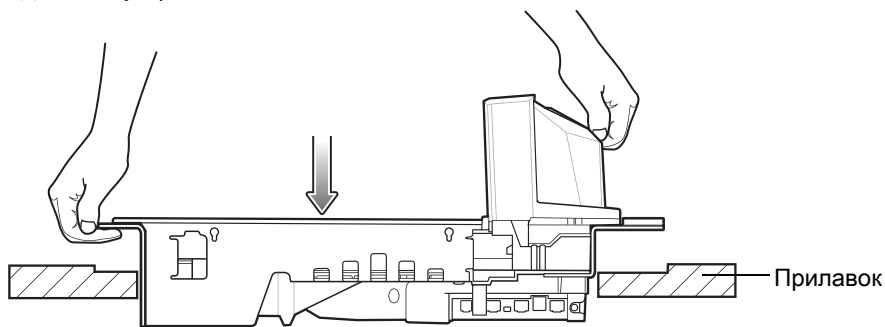

Рис. 3-21 Установка коротких, средних и длинных моделей MP70XX в кассовую стойку
- а. Чтобы поднять сканер MP70XX и опустить его в кассовую стойку, используйте ручку на задней крышке корпуса и переднюю ручку под платформой. См. Рис. 3-21 на стр. 3-19.